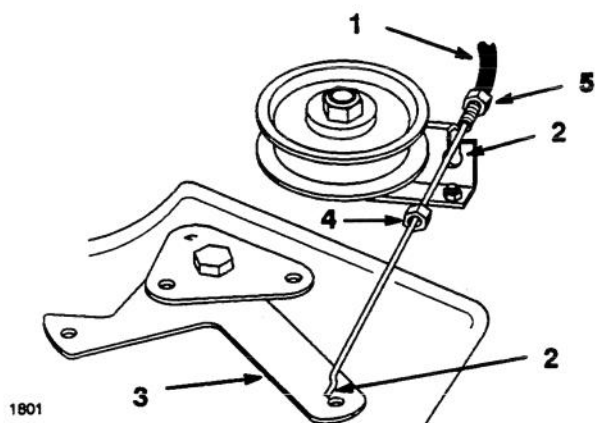

Figure 16
5. Décrocher l'extrémité en "Z" du câble de commande (prise de force) de la lame sur bras de renvoi sur la tondeuse (Fig. 16).
6. Enlever l'écrou de blocage de la commande (prise de force) des lames sur le support de montage. Sortir le câble du support et remettre l'écrou de blocage pour éviter de le perdre (Fig. 16).